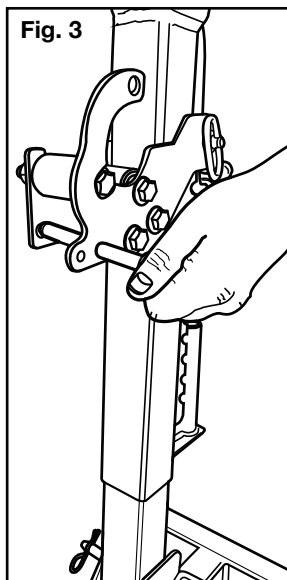

Fig. 3
2. Retirer le dispositif de verrouillage (10) des crochets de sécurité (9) pour exposer le berceau à rouleaux (2) (Fig. 3 et 4).